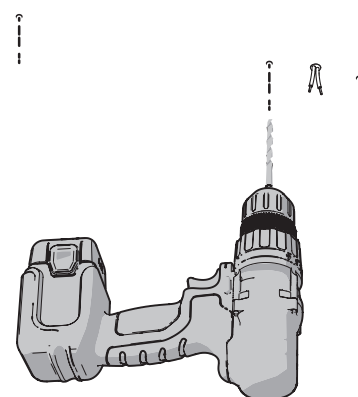

図 7
5. 付属のタッピンネジにて先ほど印をつけた位置に取付金具を固定します。(図7)